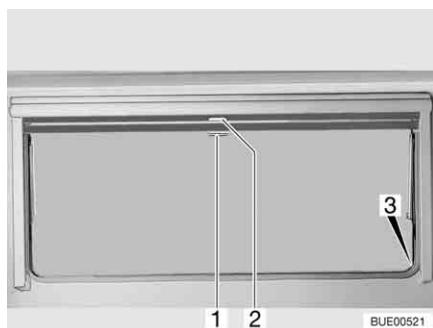

Fig. 37 Finestra apribile
Chiusura: ■ Tirare verso il basso l'oscurante a rullo accompagnandolo con la maniglia (Fig. 37,2). Quando si chiude completamente l'oscurante a rullo esso va agganciato da entrambi i lati al telaio della finestra nell'apposito elemento di fissaggio (Fig. 37,3).
Apertura: ■ Quando l'oscurante a rullo è completamente chiuso: Spingere la maniglia (Fig. 37,2) verso il basso tirandola leggermente verso l'interno. Sganciare l'oscurante a rullo dagli elementi di fissaggio a destra e a sinistra del telaio della finestra.
- Quando l'oscurante a rullo si trova in posizione intermedia: Tirare la maniglia (Fig. 37,2) leggermente verso il basso finché l'elemento di fissaggio non si è sganciato.
Chiusura: ■ Tirare la maniglia (Fig. 37,1) della zanzariera a rullo verso il basso e agganciarla all'elemento di fissaggio (Fig. 37,3) su entrambi i lati del telaio della finestra.
Apertura: ■ Spingere la maniglia (Fig. 37,1) verso il basso tirandola leggermente verso l'interno. Sganciare la zanzariera a rullo dagli elementi di fissaggio a destra e a sinistra del telaio della finestra.